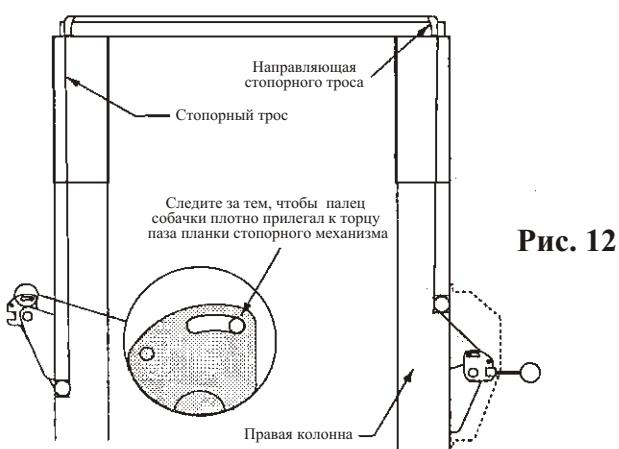

Рис. 12
- Проведите трос вверх внутри колонны, а затем через паз направляющей стопорного троса правой колонны (рис. 12 и 9в).
- Подведите трос к направляющей левой колонны (рис. 12 и 9с) и проведите его через паз направляющей.
- К) Затем, оттяните планку стопорного механизма вниз (рис. 12) таким образом, чтобы устранил зазор между торцем паза планки стопорного механизма и пальцем собачки (при этом собачка стопорного механизма должна оставаться неподвижной).